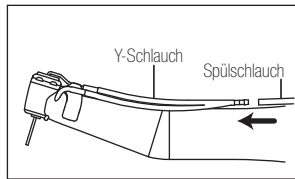

Abb.4
- 1) Schließen Sie die Enden des Y-Konnektors an die Außensprühdüse und Innensprühdüsen an, wie für Vorgehensweise (1) und (2) gezeigt.
- 2) Schließen Sie den Spülschlauch fest an den Y-Konnektor an. (Abb.4)